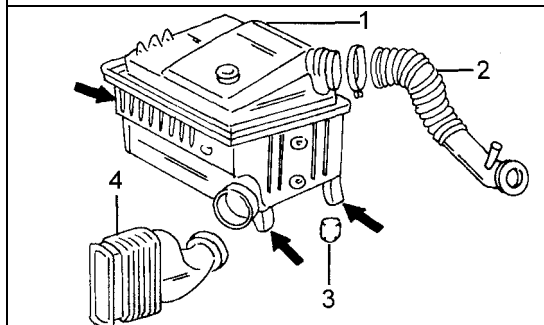

Bild 231
Der in Bild 231 gezeigte Luftfilter sitzt, von vorn gesehen, auf der linken Seite des Motorraums. Je nach Motor ist die Anordnung der Luftansaugschläuche unterschiedlich. Aus- und Einbau können unter Bezug auf das Bild durchgeführt werden. Beim Turbodiesel ist ein Schlauch zwischen der Vorderseite des Motors und dem Luftfiltergehäuse verlegt. Der Schlauch (2) ist an einem quer eingebauten Ladedruckrohr angeschlossen, welches ebenfalls ausgebaut werden kann (mit 3 in Bild 231 bezeichnet). Das Filtergehäuse wird durch die Befestigungsgummis an der Unterseite gehalten. Beim Einsetzen des Filtergehäuses die mit den Pfeilen gezeigten Zapfen in die entsprechenden Aufnahmen einsetzen. Um nur den Filtereinsatz zu erneuern, die Spangen an den Seiten des Filterdeckels öffnen, den Deckel abnehmen und den Einsatz herausnehmen.